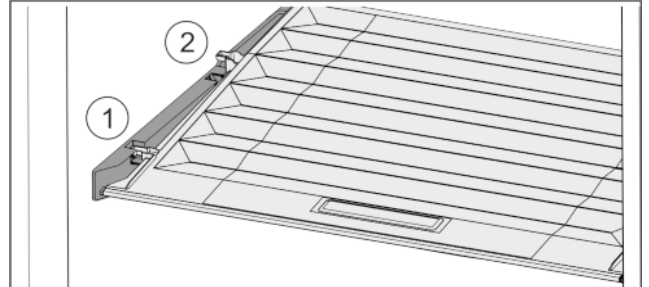

Fig. 35
- ▶ Deslice la tapa hacia delante hasta la abertura de las piezas de sujeción Fig. 35 (1).
- ▶ Levántela por detrás desde abajo y retírela tirando hacia arriba Fig. 35 (2).